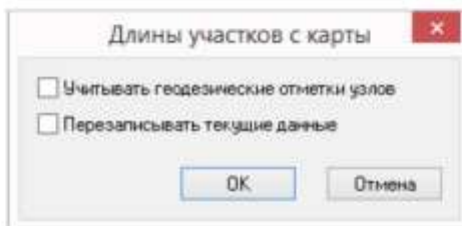

Рисунок 19.3. Окно опций определения длины
4. Нажмите кнопку **Длины участков с карты**. Откроется окно с дополнительными опциями определения длины Рисунок 19.3. «Окно опций определения длины».